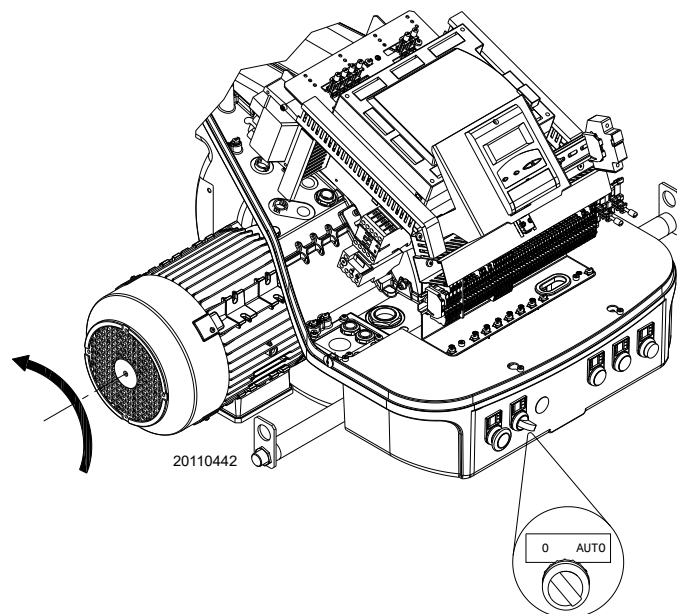

Fig. 31
Chiudere i termostati/pressostati e mettere l'interruttore di Fig. 31 in posizione "AUTO".
Se segnalano tensione, fermare **immediatamente** il bruciatore e controllare i collegamenti elettrici. Quando il bruciatore si avvia, verificare la direzione della rotazione del motore, come indicato in Fig. 31.
- mettere l'interruttore di Fig. 31 in posizione "0" ed attendere che l'apparecchiatura esegua la fase di spegnimento;
- rimuovendo il cofano ed agendo sull'interruttore "0-AUTO" di Fig. 31 a pag. 31;